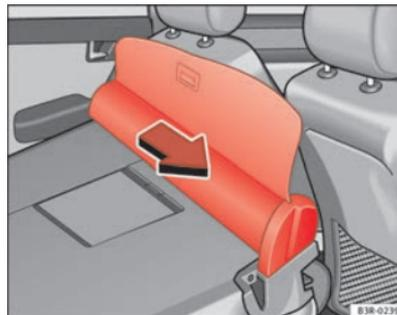

Abb. 122 Gepäckraumabdeckung / Trennnetz ausbauen
- Ziehen Sie das Trennnetz in Pfeilrichtung ⇒ Seite 153, Abb. 122 und heben Sie es aus den Halteschienen.